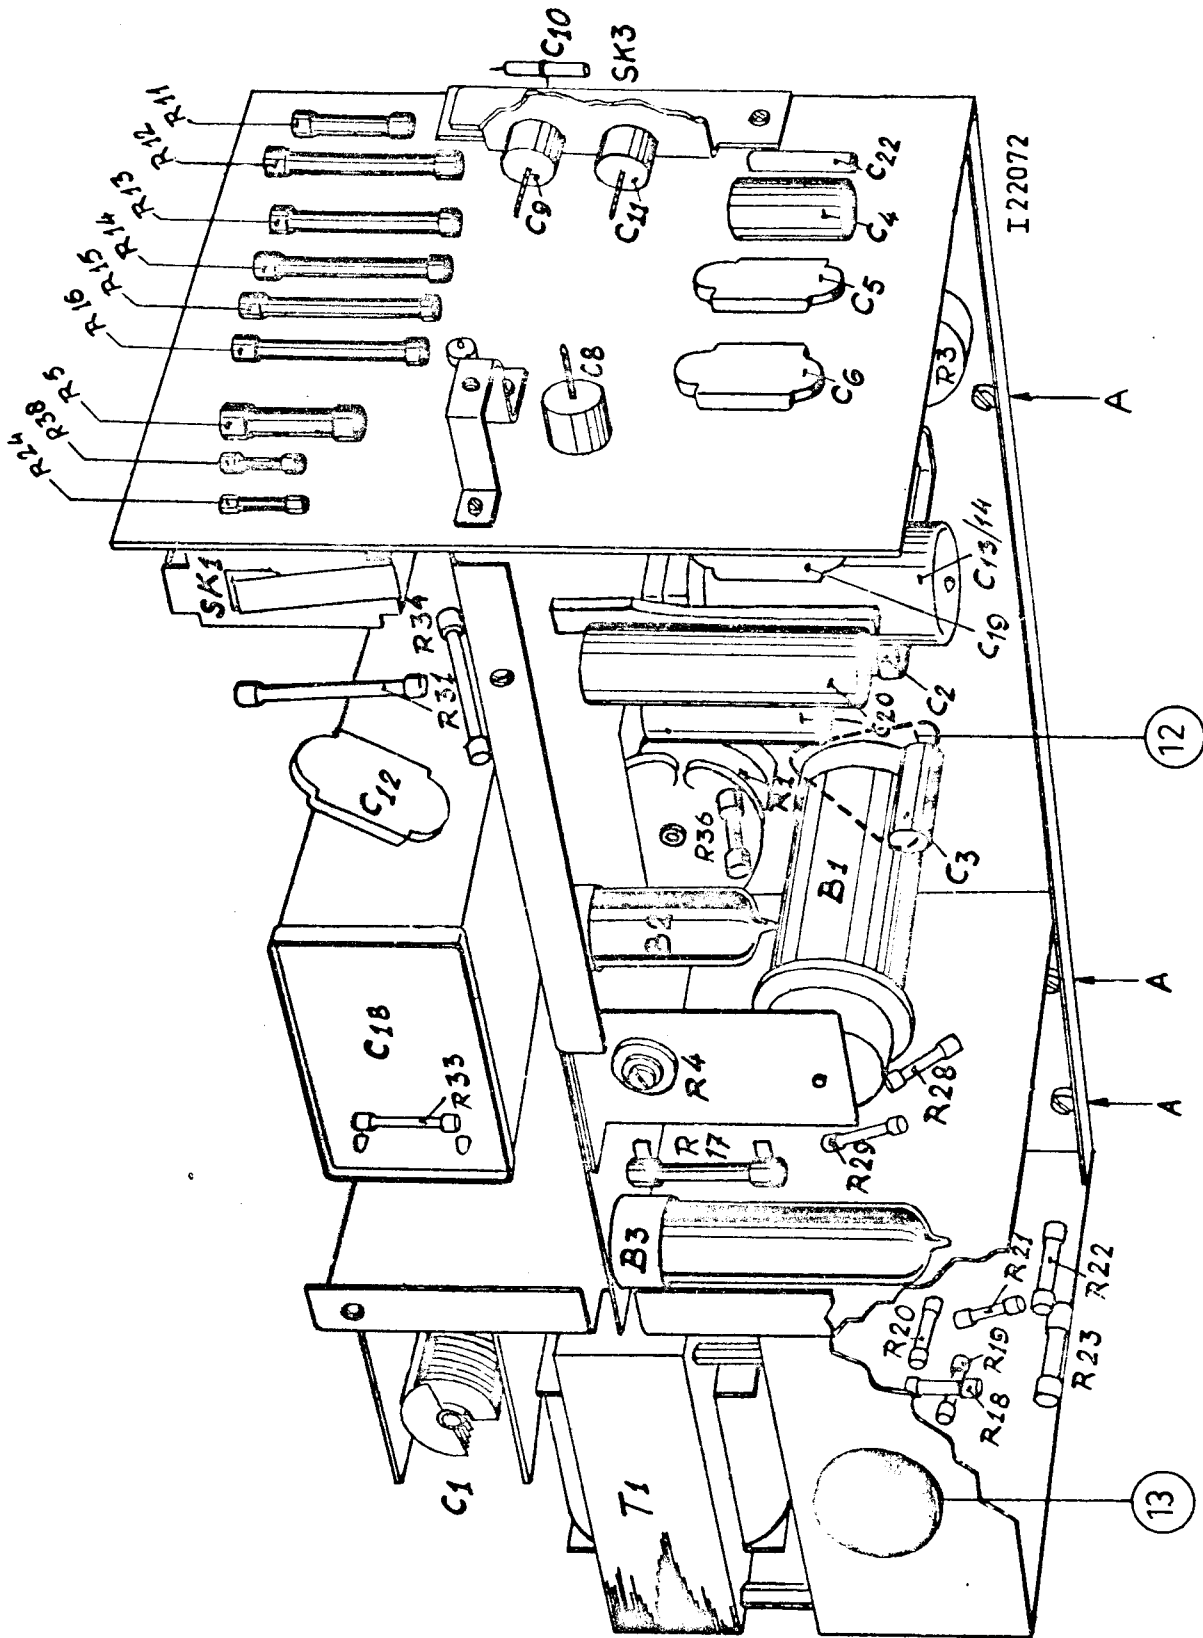

Fig.4
4. Retirer les six vis qui fixent le panneau avant au châssis (indiqué par la lettre "A" dans les figs. 4 et 5. Alors le panneau complet peut être retiré.